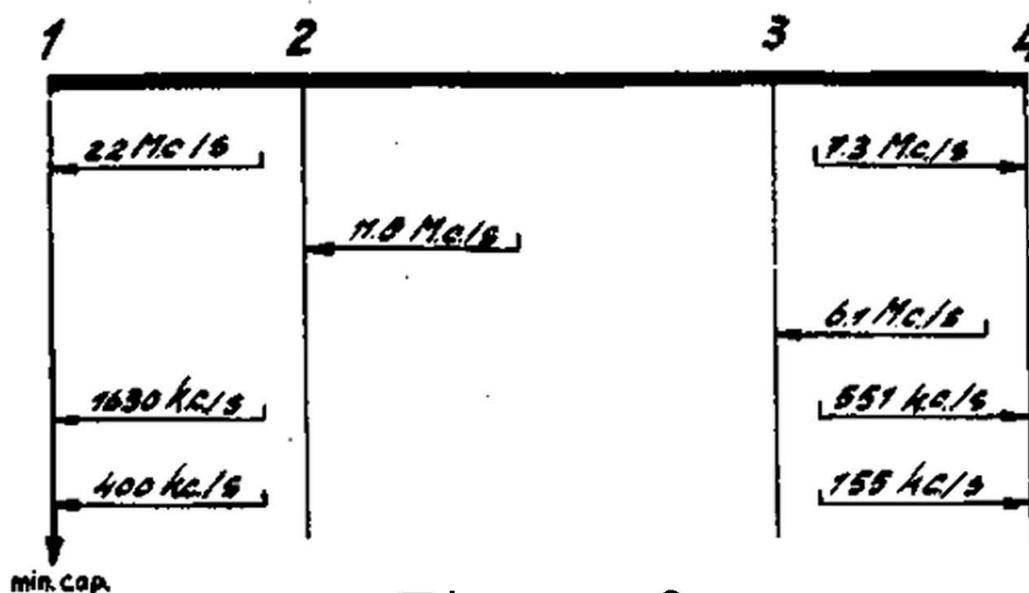

Figure 9
Pour toutes les gammes d'ondes, à l'exception de OC2a, la fréquence de l'oscillateur est égale à la somme des fréquences d'accord et FI (MF). Le réglage s'effectue à l'aide des points de trim sur l'échelle de la figure 9. Avant de commencer le réglage, l'aiguille doit être placée sur le point de réglage le plus à gauche; la position du condensateur variable associée à ce point de réglage est la capacité minimale.